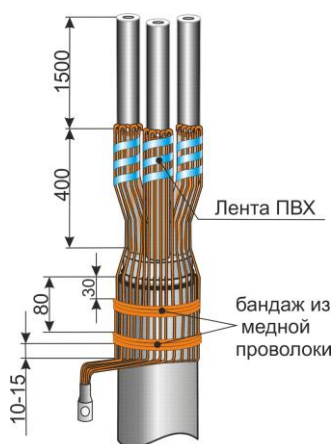

Рис.4
4. Удалить ленты, бандажирующие экран. Расплести проволоки и отогнуть до бандаж. Отогнутые проволоки уложить по каждой жиле и зафиксировать лентой ПВХ на длине 400мм (до слоя межфазного наполнителя). Затем концы проволок уложить на оболочку кабеля и зафиксировать бандажом из 3-4 витков медной проволоки. Проволоки медного экрана скрутить в жилу и оконцевать наконечником. Расстояния указаны на Рис.4. Размотать электропроводящую бумагу до изгиба проволок экрана и аккуратно удалить ее.